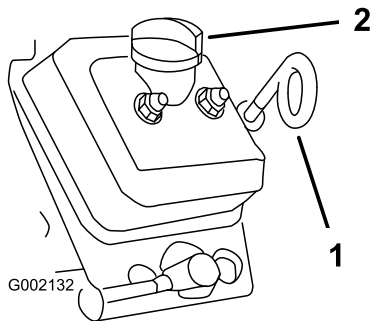

Figura 35
5. Utilize um pano para limpar a área em redor da vareta de óleo e tampão de enchimento (Figura 35) de forma a que a sujidade não caia no tubo da vareta ou no tubo de enchimento e danifique o motor.
6. Retire a vareta do óleo e limpe a extremidade (Figura 35).
7. Volte a colocar a vareta completamente no tubo da vareta (Figura 35).
10. Coloque o tampão de enchimento (Figura 35).
11. Insira a vareta do óleo e coloque-a com firmeza (Figura 35).